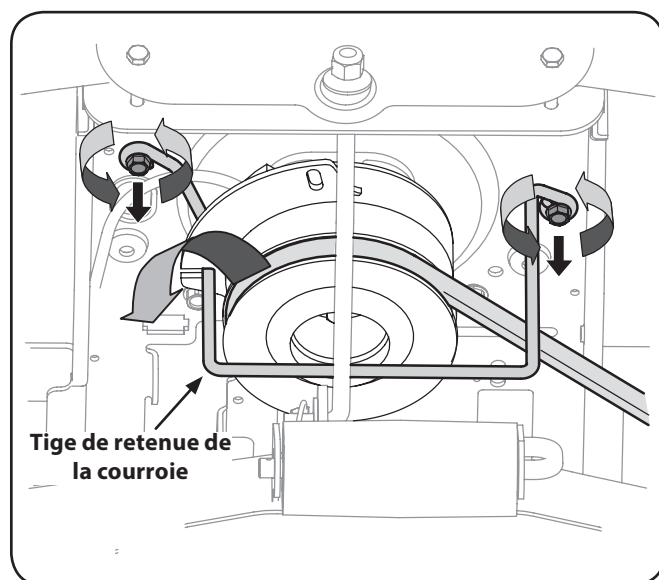

Figure 7-1
3. Repérez l'embrayage de la prise de force sous le devant du tracteur. Voir Figure 7-1.
4. Retirez le garde-courroie ainsi que la courroie comme suit (voir Figure 7-1) :